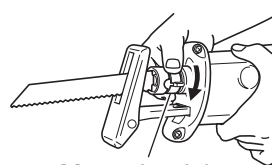

Fig. 6
(4) Tire ligeramente del manguito del sujetador en la dirección de la flecha indicada en la Fig. 6 (en la dirección opuesta a la flechada marcada en el mismo). Al hacerlo, la fuerza del resorte hará que el manguito del sujetador vuelva automáticamente a la posición correcta. No hay necesidad de asegurar el manguito del sujetador en este momento. (Fig. 6)